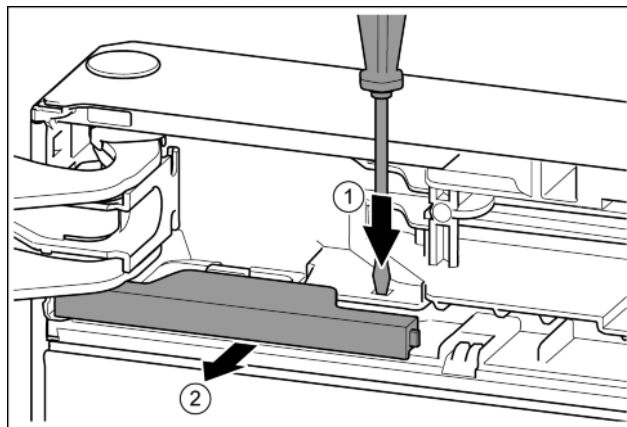

Fig. 9
- ▶ Nakładkę wcisnąć przy pomocy śrubokręta. Fig. 9 (1)
- ▶ Wyciągnąć osłonę z blokady. Fig. 9 (2)